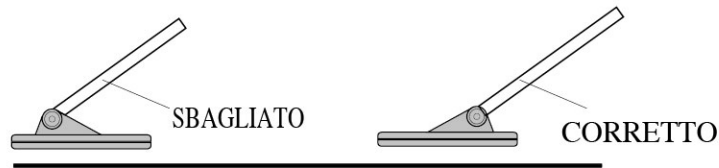

Figura 4
4. Allentare le manopole all'estremità della sonda di ricerca, quindi regolare la sonda con l'angolazione desiderata, tenere la sonda parallela al suolo. Fare attenzione a posizionare correttamente la sonda di ricerca (Figura.4).